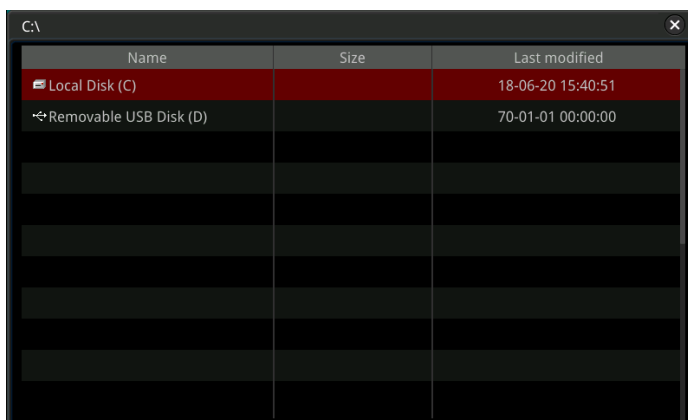

Figure 19-1 ディスク管理ウィンドウ
**Storage** → **Disk** と押すと、Figure 19-1 のようにディスク管理ウィンドウが開きます。マルチ・ファンクション・ノブ  を回してディスクを選択し、ノブを押してディスクを開きます。タッチ・スクリーンでも操作することができます。